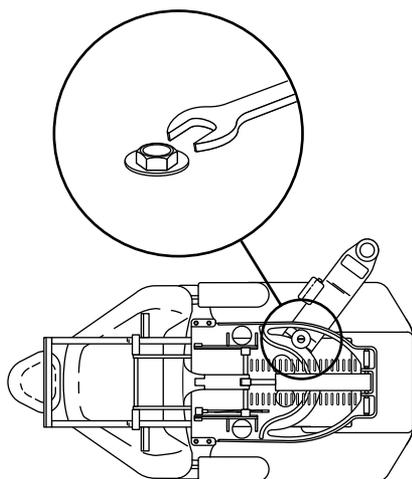

Figura 12. Fermo
4. Utilizzare una chiave da 15/16 di pollice per allentare il fermo indicato nella Figura 12.